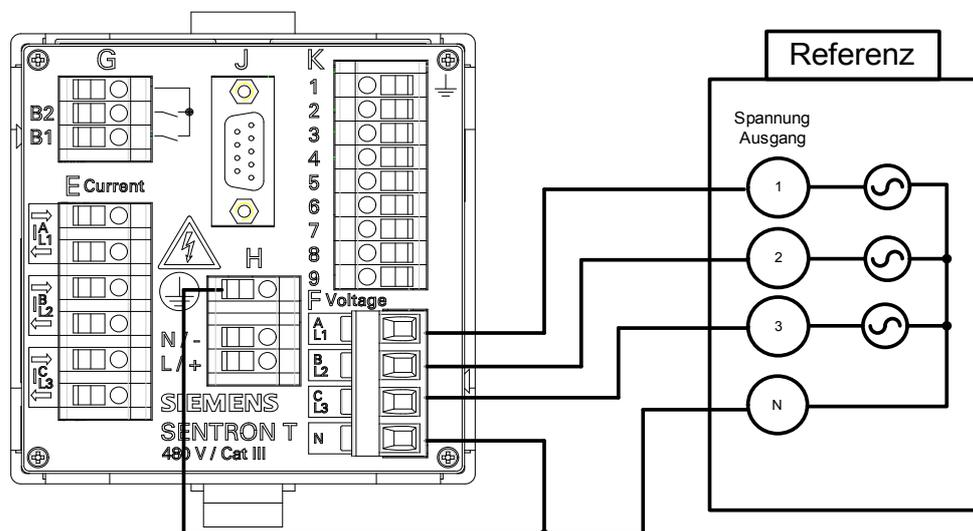

Bild 10-1 Messaufbau zum Abgleichen des AC-Spannungsmessbereiches
- Führen Sie den Messaufbau gemäß Bild 10-1 durch.